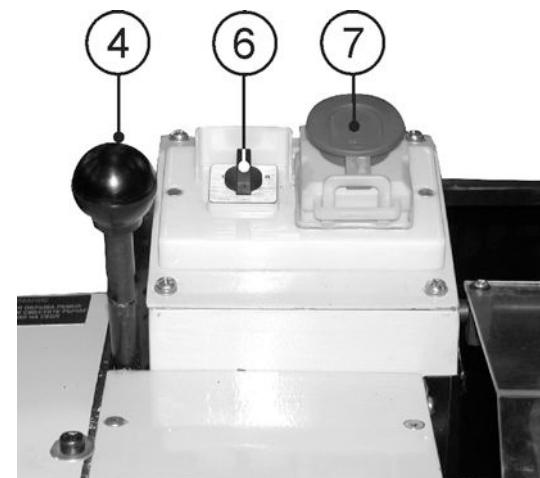

Рис.14
10.2.2. Нажмите красную кнопку аварийного выключателя (7). Сдвиньте ее в направлении от себя, как показано стрелкой на кнопке аварийного выключателя (7). Откройте крышку аварийного выключателя (7) после нажатия на зелёную кнопку при условии, что защитный щиток (31) опущен (установлено устройство отключения), и переключатель направления вращения шпинделя (6) установлен в одно из положений направления вращения шпинделя. Станок включится (начнёт вращаться шпиндель), Рис.14.
10.2.4. Направление вращения шпинделя определяется положением переключателя направления вращения шпинделя (6), Рис.14.